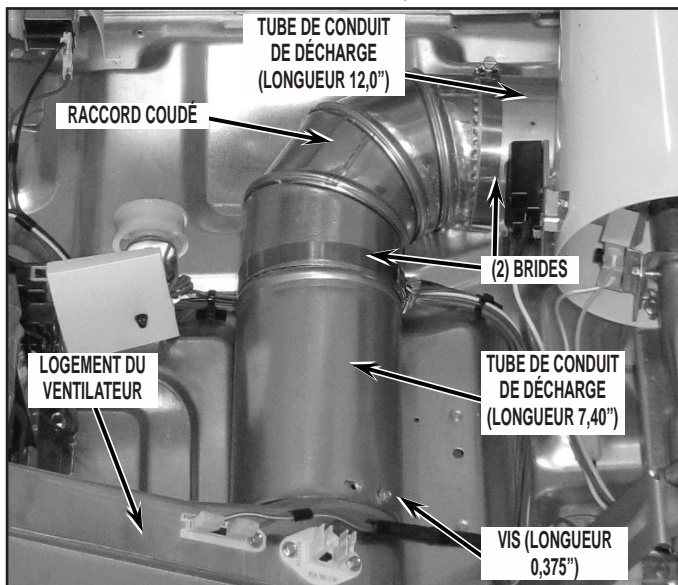
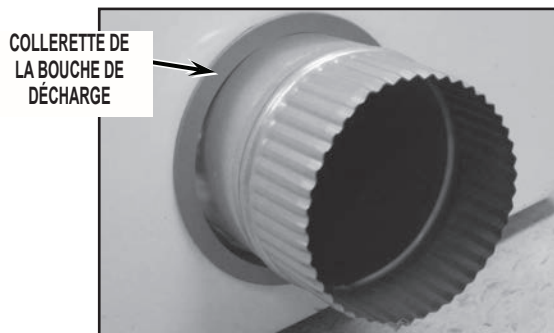

FIGURE 34
FIGURE 35
- Combiner/assembler les composants suivants du circuit de décharge fournis dans l'ensemble - tube de conduit de décharge (longueur 305 mm (12,0")), raccord coudé et une bride. Serrer légèrement chaque bride pour qu'elle retienne les composants, mais en permettant encore un mouvement relatif des composants; voir la *Figure 34*.
- Insérer le sous-ensemble décrit à l'étape précédente à travers l'ouverture qui était obturée par l'opercule arrachable dans le panneau latéral du côté droit, extrémité nervurée placée vers l'extérieur; placer une bride sur le raccord coudé et raccorder l'extrémité du raccord coudé au tube de conduit de décharge (longueur 187 mm (7,40")) déjà présent à l'intérieur de la sécheuse; voir la *Figure 34*.
- Positionner correctement l'ensemble du circuit de décharge; bien serrer chaque bride; voir la *Figure 34*.
- Depuis l'extérieur de la sécheuse, installer la collerette de la bouche de décharge (fournie avec l'ensemble) – enfiler la collerette sur le tube de conduit de décharge et provoquer la mise en place par emboîtement; voir la *Figure 35*.
- Positionner correctement l'ensemble du circuit de décharge; veiller à ce que la nervure de butée sur le tube de conduit de décharge (longueur 305 mm (12,0")) soit à l'extérieur de la sécheuse; voir la *Figure 35*. Bien serrer chaque bride; voir la *Figure 34*.